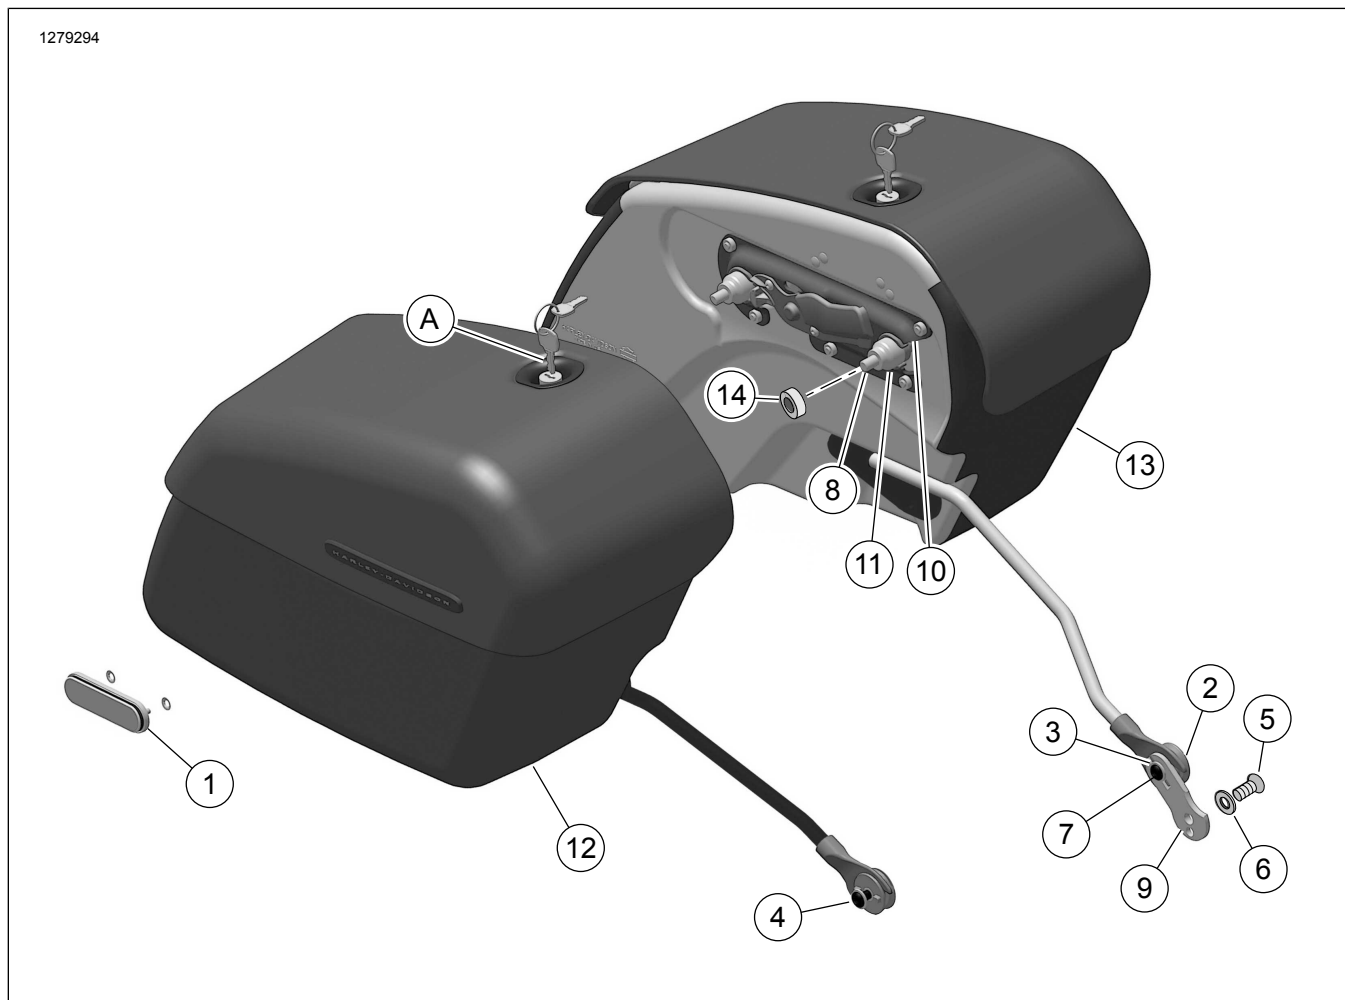

Figura 1. Kontenut tal-Kit: Kits tas-Saddlebags li jistgħu jinqalgħu
Ara Figura 1 u Tabella 2 .
1. Ara Figura 1 . Iftaħ is-saddlebag.